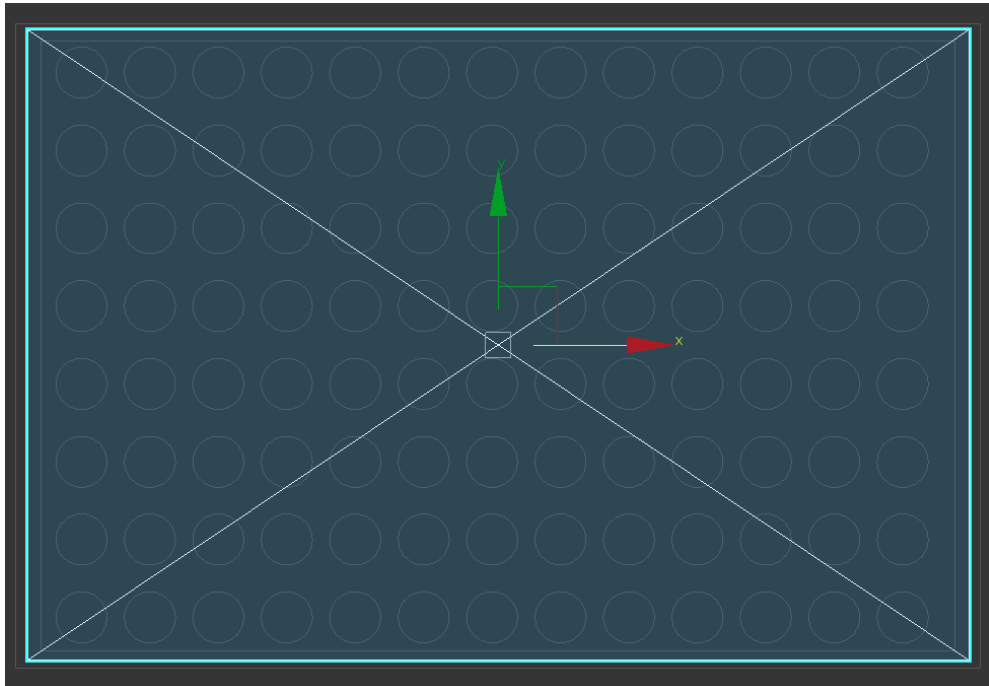

Рисунок 31 – создание крыши Парфенона
Используя геометрический объект, **Пирамида (Pyramid)**, создаем крышу Парфенону (рис.31). И выровниваем его по верхним граням колон с использованием **Инструмент привязка (Snaps toggle (S))** (рис 32).